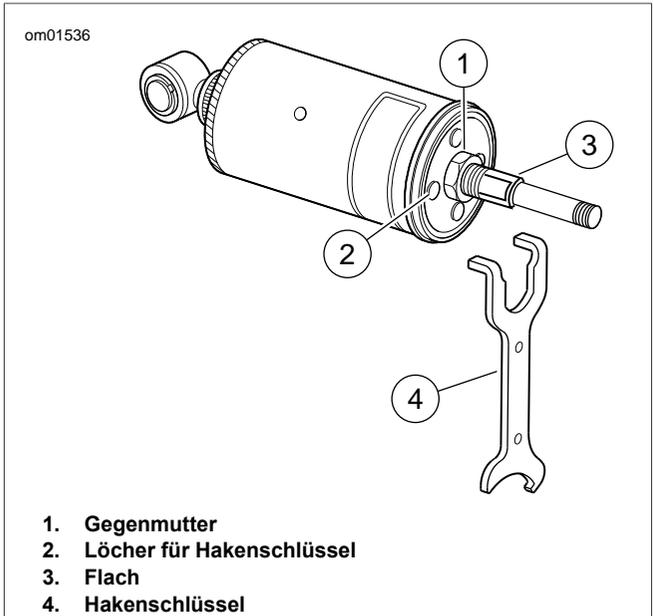

Abbildung 14. Einstellung der Stoßdämpfer
1. Siehe Abbildung 14. Die Stange mit einem an den Abflachungen angesetzten Schraubenschlüssel festhalten und die Gegenmutter (1) mit dem STOSSDÄMPFEREINSTELL-SCHLÜSSEL (Teile-Nr. 94448-082B) lockern.
2. Die Haken des Hakenschlüssels in die Löcher (2) im Federgehäuse einsetzen und das Federgehäuse bis zum Anschlag im Uhrzeigersinn drehen. Dies ist die minimale Vorspannungseinstellung.